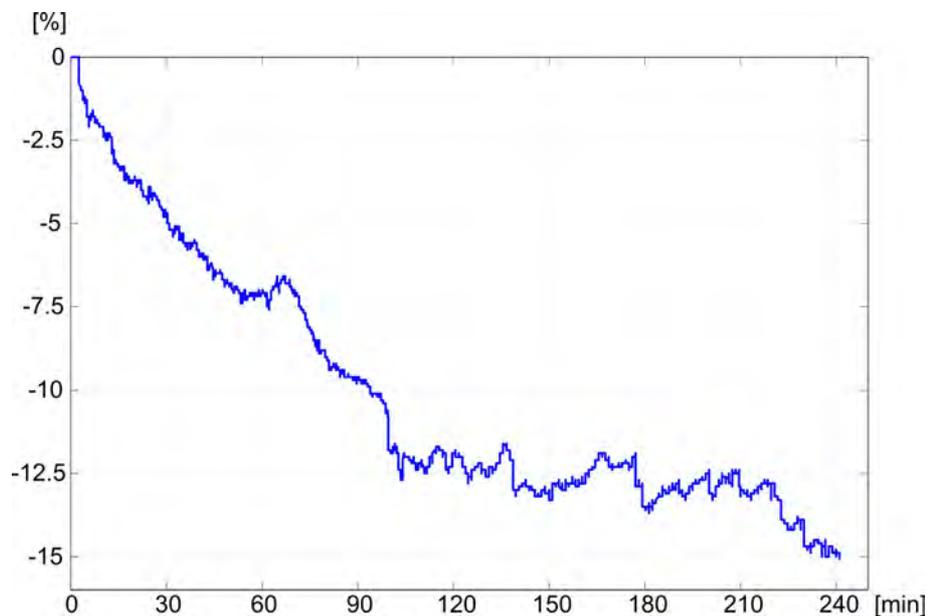

Fig. 11-21 Tendência do volume relativo de sangue (em %) durante a terapia (tempo em minutos)
O sensor de hematócrito (opcional) (vide seção 11.4 Sensor de Hematócritos (Sensor HCT) (291)) fornece valores de volume relativo de sangue (volume de sangue delta em %) em intervalos de tempo de 10 segundos. A fusion bioLogic usa esses valores para calcular os declives dos últimos 10 minutos da tendência RBV (Fig. 11-21) a fim de monitorar o desenvolvimento da diminuição de RBV.